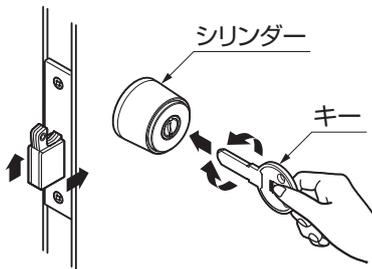

図 8-2 シリンダー
①シリンダー、サムターンを手で回し施錠できます。(図8-2、8-3参照)